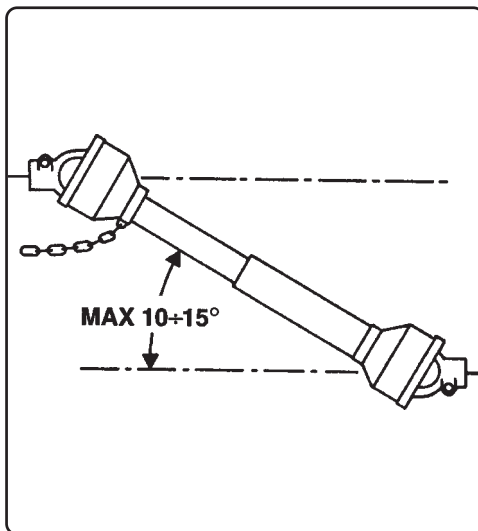

Fig. 5
- Varningsskyltarna (fig 5) måste alltid vara väl synliga, hållas rena och bytas ut vid behov.
- Koppla alltid ur p.t.o om kardanaxeln har en lutning på mer än 10-15 grader (fig 5).